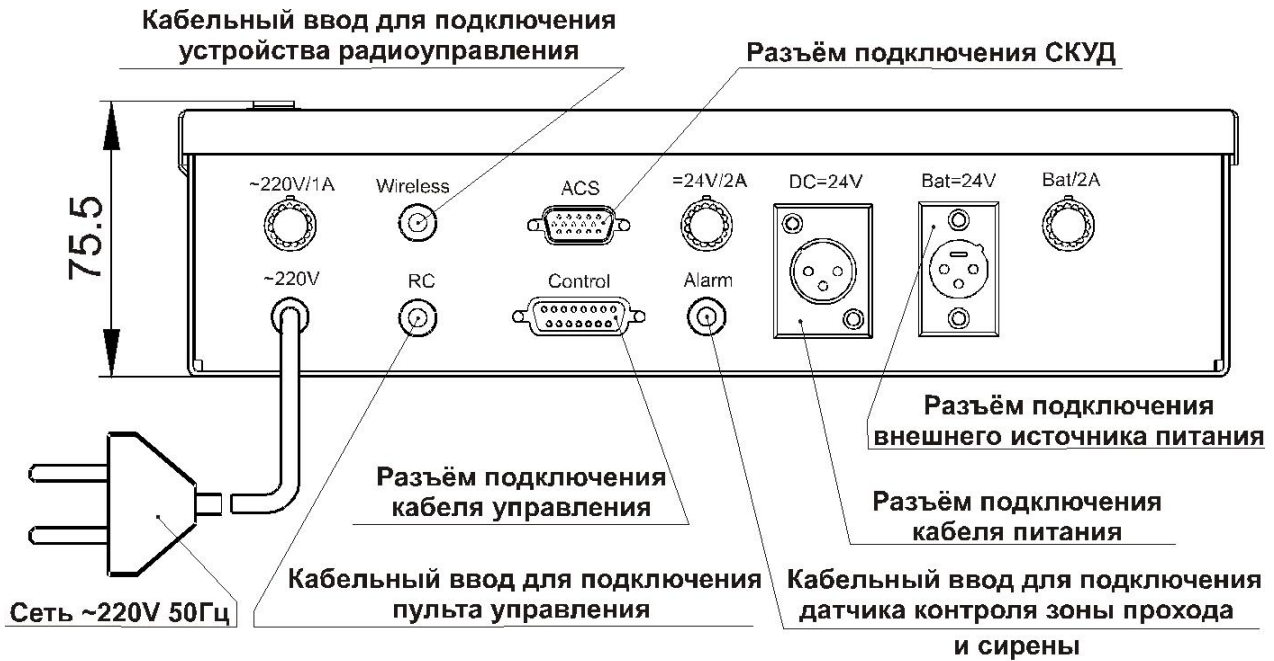

Рисунок 3 – Блок управления
Блок управления (8) предназначен для обеспечения электропитания внутреннего оборудования калитки и реализации алгоритма управления. Он выполнен в виде отдельного прибора в закрытом металлическом корпусе (см. рис. 3), который имеет возможность настенного крепления с антисдергивающей фиксацией.
Пульт управления (9) выполнен в виде небольшого настольного прибора в корпусе из ударопрочного АБС пластика и предназначен для задания и индикации режимов работы при ручном управлении калиткой. Пульт управления (9) подключается к блоку управления (8) гибким многожильным кабелем (12) через кабельный ввод в нижней панели блока (см. рис. 3 и рис. 1А Приложения А).
В корпусе блока управления (8) находятся: силовой трансформатор, модуль источников питания, модуль процессорный, два 12-вольтовых аккумулятора внутреннего РИП. На лицевой панели блока управления расположены следующие индикаторы (см. рис. 3):
Подключение СКУД производится к разъему «ACS» блока управления (см. рис. 3). Назначение контактов разъема «ACS» блока управления показано на рисунке 4. Разъем СКУД прилагается в комплекте ЗИП.